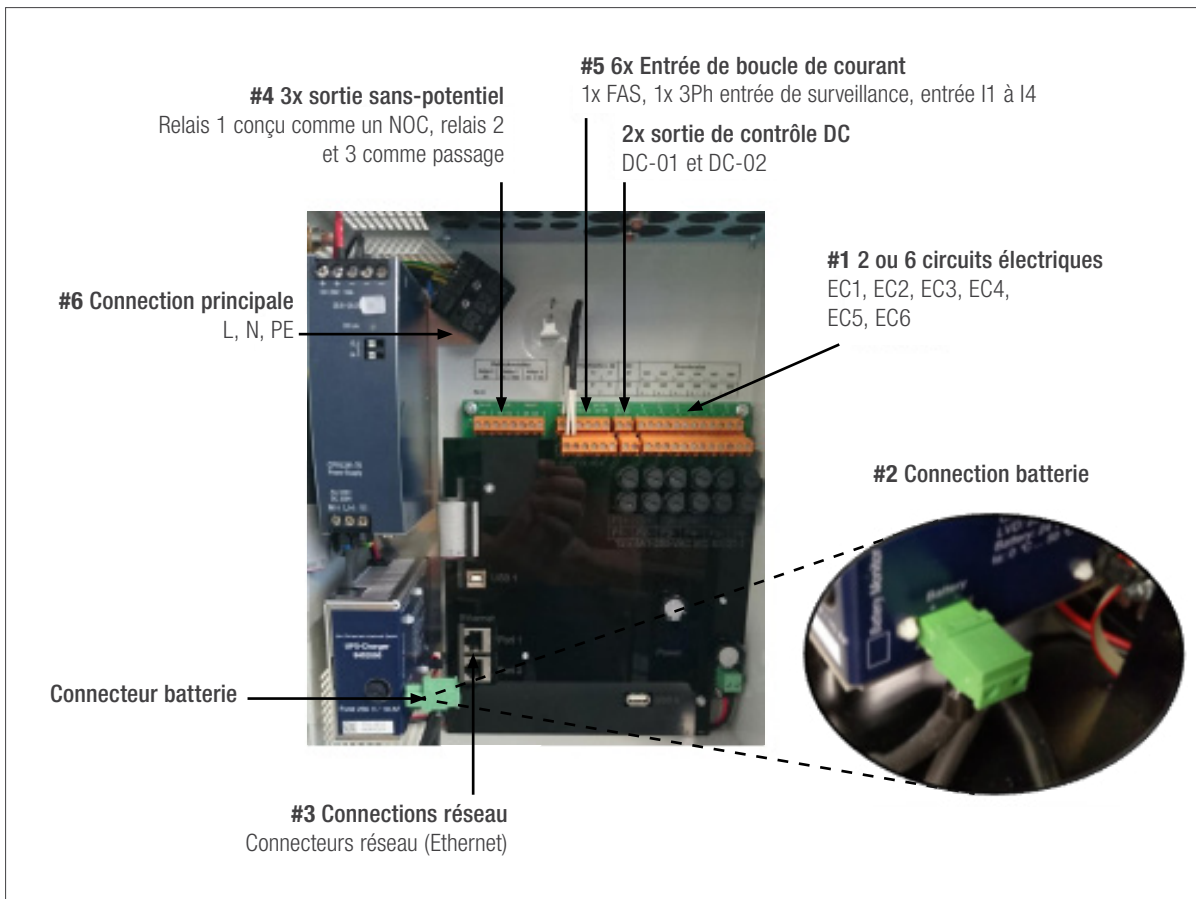

Figure 2.2
- B. Insérez les fils du circuit électrique à travers les trous situés en haut du boîtier. Ensuite, connectez chaque circuit électrique de EC1 à EC6. (veuillez vous référer au point **#1** de la **Figure 2.2**) Note¹ : Les blocs de jonction acceptent des fils de 18AWG à 14AWG, pour les fils de calibre 12AWG ou 10AWG, des réducteurs de calibre sont inclus avec le système.
- C. Connectez le connecteur de la batterie. (veuillez vous référer au point **#2** de la **Figure 2.2**)
- D. Connectez le port Ethernet dans le connecteur RJ45 Port 1. (veuillez vous référer au point **#3** de la **Figure 2.2**)
- E. Pour une application spécifique, des sorties relais sont nécessaires. Si des sorties relais sont requises, procédez à la connexion. Notez que le relais 1 est normalement ouvert; les relais 2 et 3 sont des commutateurs. (veuillez vous référer au point **#4** de la **Figure 2.2**)
- F. Pour une application spécifique, des interrupteurs sont nécessaires. Si des interrupteurs sont utilisés, procédez à la connexion en utilisant I1 à I4. (veuillez vous référer au point **#5** de la **Figure 2.2**)
- G. Connectez le cordon d'alimentation principal de la boîte du transformateur. (veuillez vous référer au point **#6** de la **Figure 2.2**)